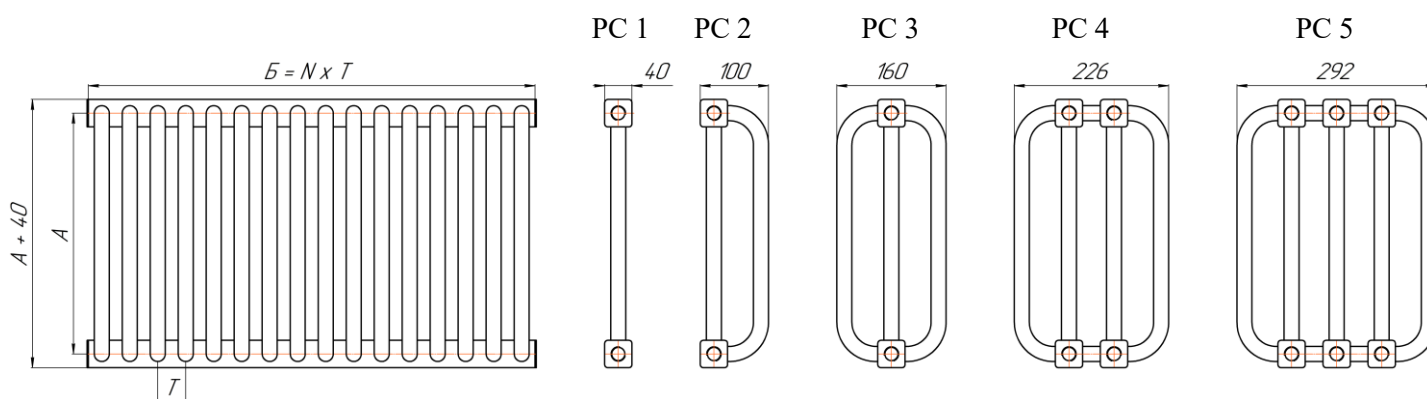

Рис. 1 Радиатор «РС», где А - межцентровый размер, мм; Б –длина радиатора, мм; Т – шаг (41мм); N – количество секций.
2.1. Основные размеры и параметры радиаторов приведены на рис. 1 и в таблице.